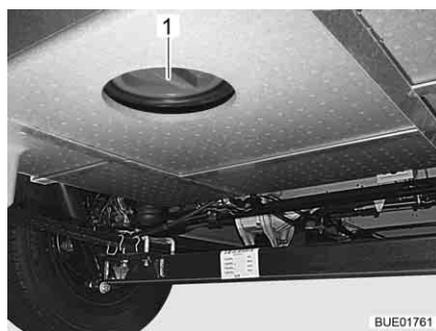

Fig. 264 Orificio de limpieza del depósito de aguas residuales
- Abrir el orificio de limpieza (Fig. 264, 1) del depósito de aguas residuales y la llave de desagüe.